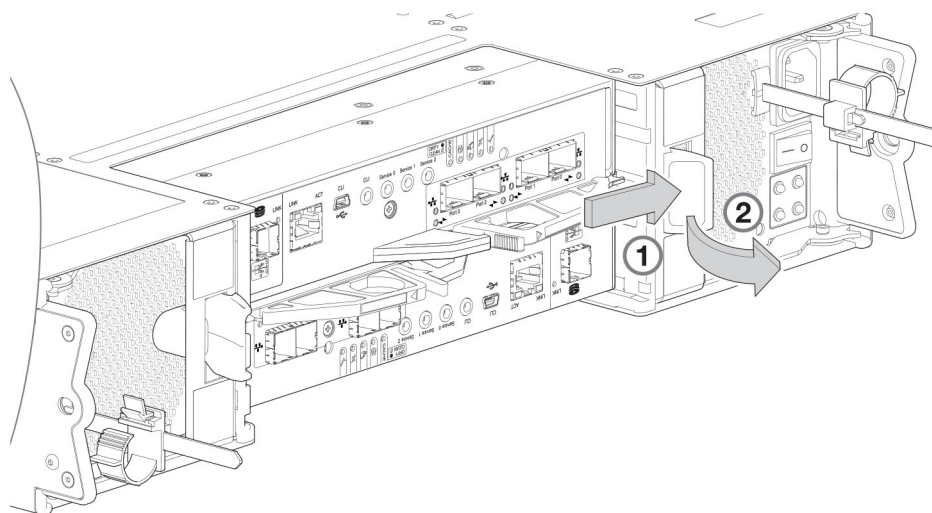
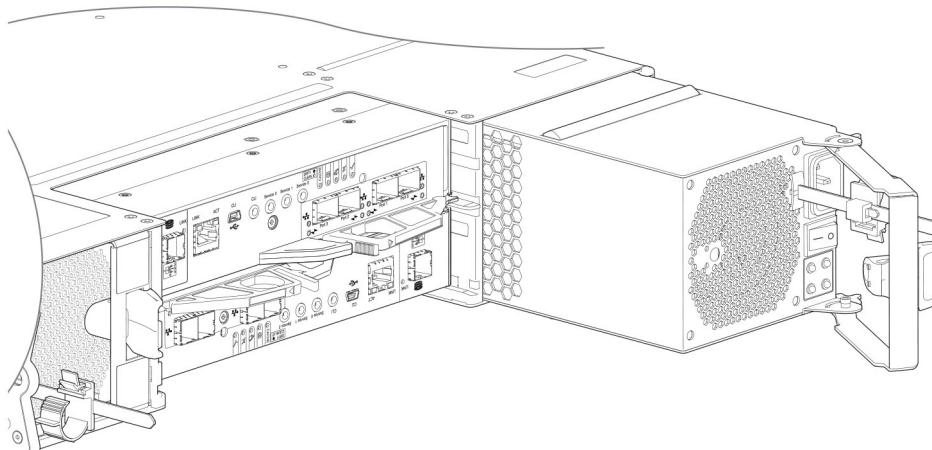

Figure 39. Retrait d'un PCM (1 sur 2)
Figure 40. Retrait d'un PCM (2 sur 2)
- 7 Maintenez le loquet ainsi que le côté de la poignée du PCM entre le pouce et l'index, rapprochez-les deux et ouvrez la poignée pour extraire le PCM hors du boîtier, comme illustré dans Figure 39. Retrait d'un PCM \(1 sur 2\).
- 8 Saisissez la poignée et retirez le PCM, en prenant soin de soutenir la base du module avec les deux mains tandis que vous la retirez du boîtier, comme illustré dans Figure 40. Retrait d'un PCM \(2 sur 2\).
Voir Figure 39. Retrait d'un PCM \(1 sur 2\) et Figure 40. Retrait d'un PCM \(2 sur 2\) lorsque vous effectuez cette procédure, mais ignorez les flèches, puisque vous allez insérer le module dans l'emplacement et non l'en extraire.